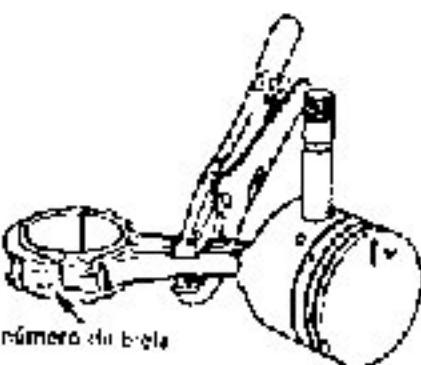

fig. 53
5. Posicionar a biela, pino e Embolo, observando que a seta gravada no embolo fique voltada para cima, o número gravado na biela, à esquerda, e a cabeça do Embolo, orientada para a frente do observador (fig. 53).